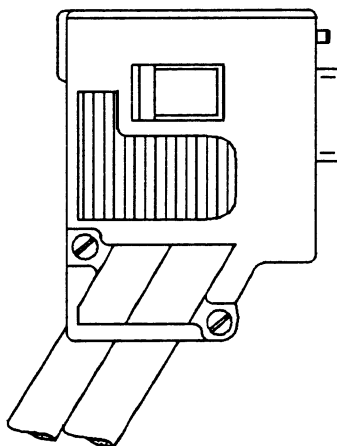

Fig. 1.16 Connecteur de bus SINEC L2 en degré de protection IP 20, sans raccord pour PG
- Connecteur de bus SINEC L2 en degré de protection IP 20 sans raccord supplémentaire pour console de programmation (cf. Fig. 1.16).